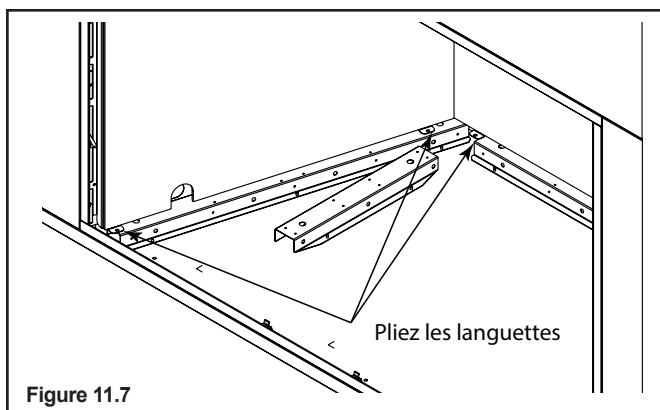

Figure 11.7
- Repliez vers le haut les (2) languettes de fixation inférieures des supports réfractaires arrière, puis placez la vitre arrière sur les supports arrière. Voir la Figure 11.7. Rabattez les (2) languettes de fixation supérieures pour maintenir le panneau de verre en place. L'orientation correcte du panneau de verre arrière est indiquée ci-dessous.
- Relevez les (2) languettes de fixation inférieures des supports réfractaires de gauche, puis placez le panneau de verre gauche sur les supports de gauche. Voir la Figure 11.7. Rabattez les (2) languettes de fixation supérieures pour maintenir le panneau de verre en place.